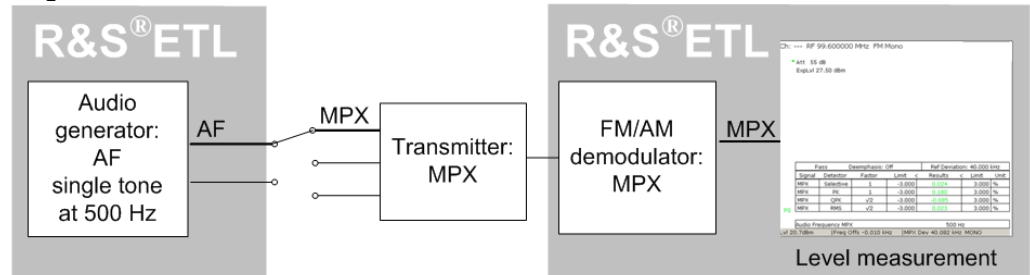

Abb. 22: Messkonfiguration zur Überprüfung der Modulatorkonstante des Senders
Einspeisung eines Audiosignals (AF) in den MPX-Eingang des Senders und Analyse des demodulierten MPX-Signals (siehe Abb. 22). Hierdurch erfolgt die Überprüfung der Modulatorkonstante des Senders.